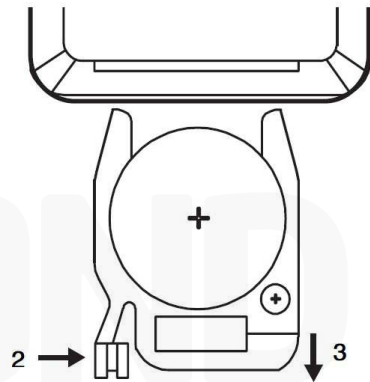

Bild 2
- Skjut låset i riktning mot pil 2 (se bild 2).